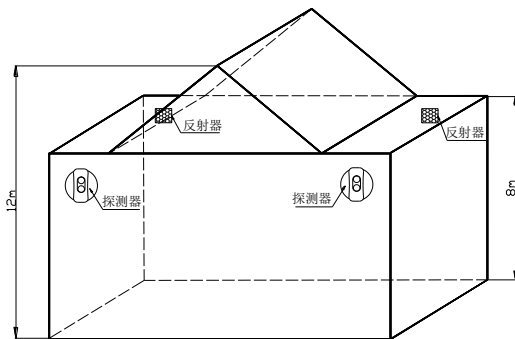

图 5 探测器和反射器安装示意图
c) 建筑物举架 $\geq 8\text{m}$ 时，一般无天花板，多数是人字型结构，应将探测器和反射器安装在距地面 8m 左右的相对两墙墙壁上，但要保证探测器距安装位置处建筑物顶部的距离 $\geq 0.5\text{m}$ ，如图 5 所示。